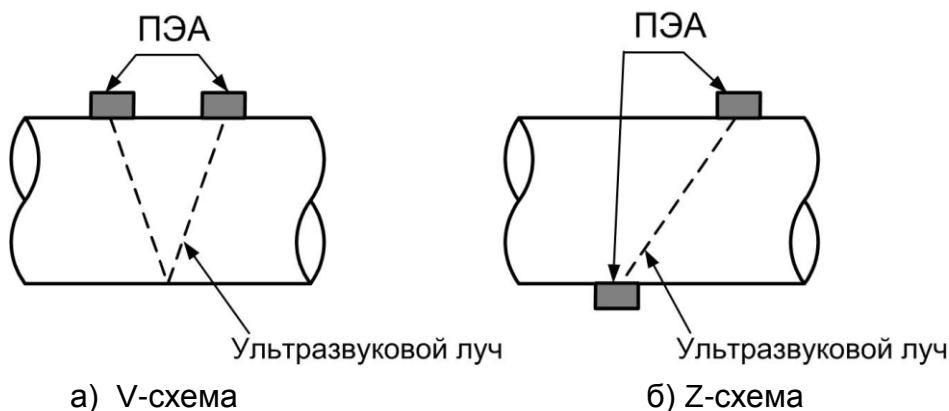

Рис.2. Схемы установки ПЭА на трубопроводе.
где n – коэффициент, зависящий от схемы установки ПЭА (рис.2):
1.5.1.6. Накладные ПЭА устанавливаются на наружную стенку трубопровода без его вскрытия по следующим схемам (рис.2):